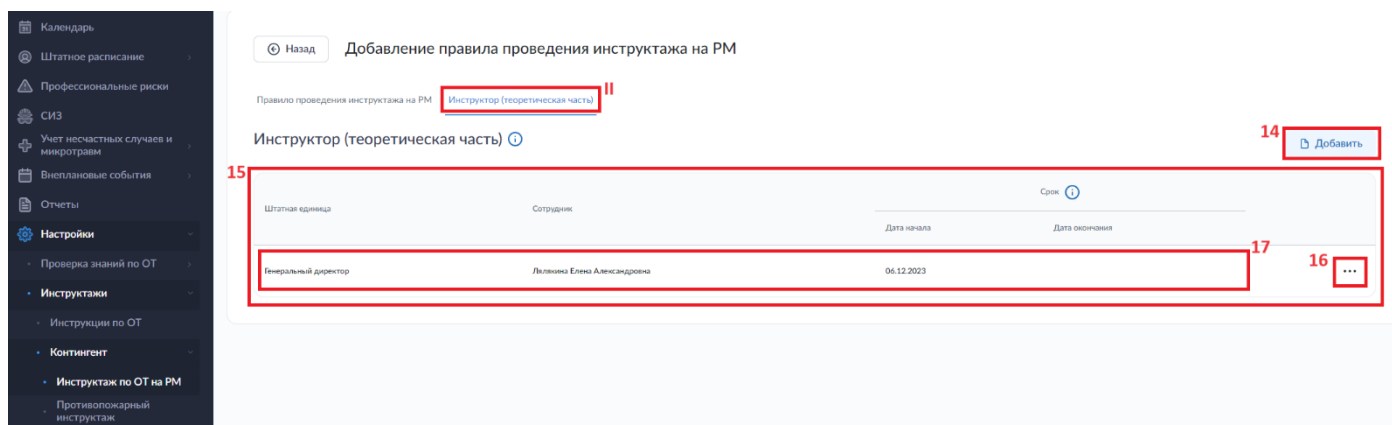

Рисунок 65. Раздел «Настройки». Подраздел «Инструктажи. Контингент. Инструктажи по ОТ на РМ». Окно добавления правила проведения инструктажа на РМ. Вкладка II.
На вкладке «Инструктор (теоретическая часть)» (II) (рис. 65) необходимо указать информацию об инструкторах и сроках осуществления ими полномочий, добавив запись (17) в таблицу (15) по нажатии кнопки «Добавить» (14).